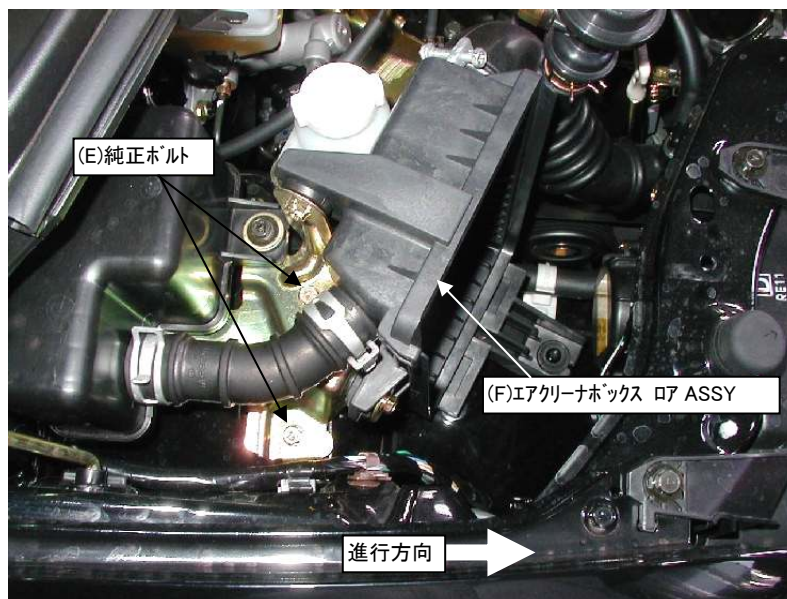

図2
5. (E)純正ボルト2本を外し、エアクリーナボックス ロアASSYを車両から取外してください。(図2参照)